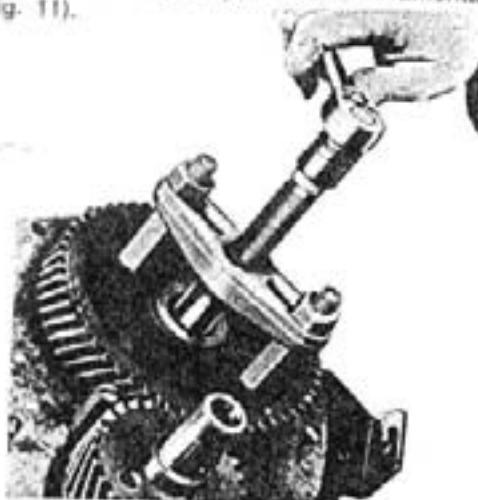

fig. 11 — remoção da engrenagem da distribuição
7. Retirar o parafuso de retenção da engrenagem da distribuição na Árvore de comando das válvulas e remover a engrenagem com a ferramenta W-172 (fig. 11).